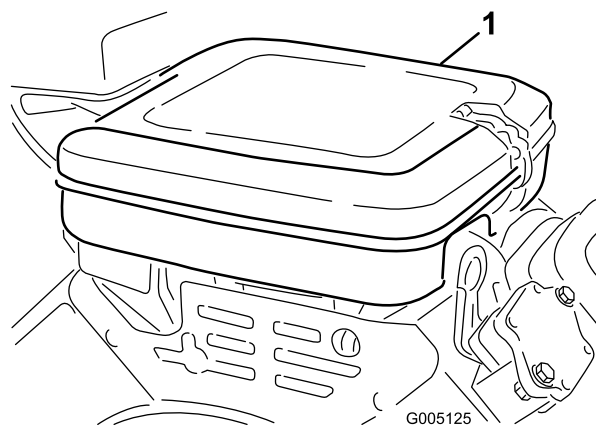

Рисунок 30
1. Очистите крышку воздухоочистителя (**Рисунок 30**).